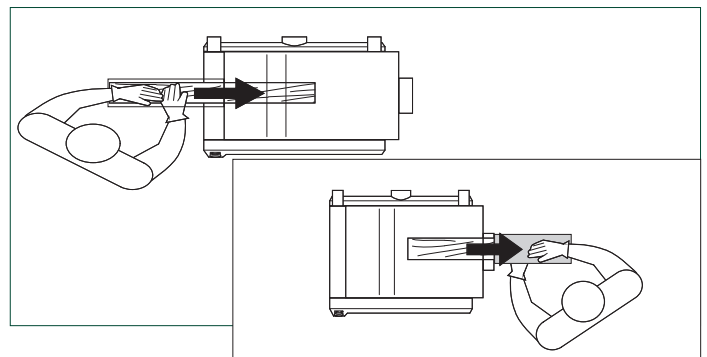

FIG. 7
1. Pour insérer la pièce dans la machine, adoptez une position d'utilisation adéquate (FIG. 7). Placez-vous d'un côté de l'ouverture d'admission pour éviter tout rebond éventuel. Ne pas pousser la pièce une fois qu'elle est entraînée par le rouleau d'entrée. Laissez le rouleau la déplacer à son rythme dans la raboteuse.
2. Pour retirer la pièce de la machine, placez-vous d'un côté de l'ouverture de sortie (FIG. 7). Ne pas tirer la pièce lorsqu'elle sort de la machine. Laissez le rouleau de sortie déplacer la pièce hors de la raboteuse à son rythme, tout en la supportant une fois qu'elle dépasse l'extension de table.